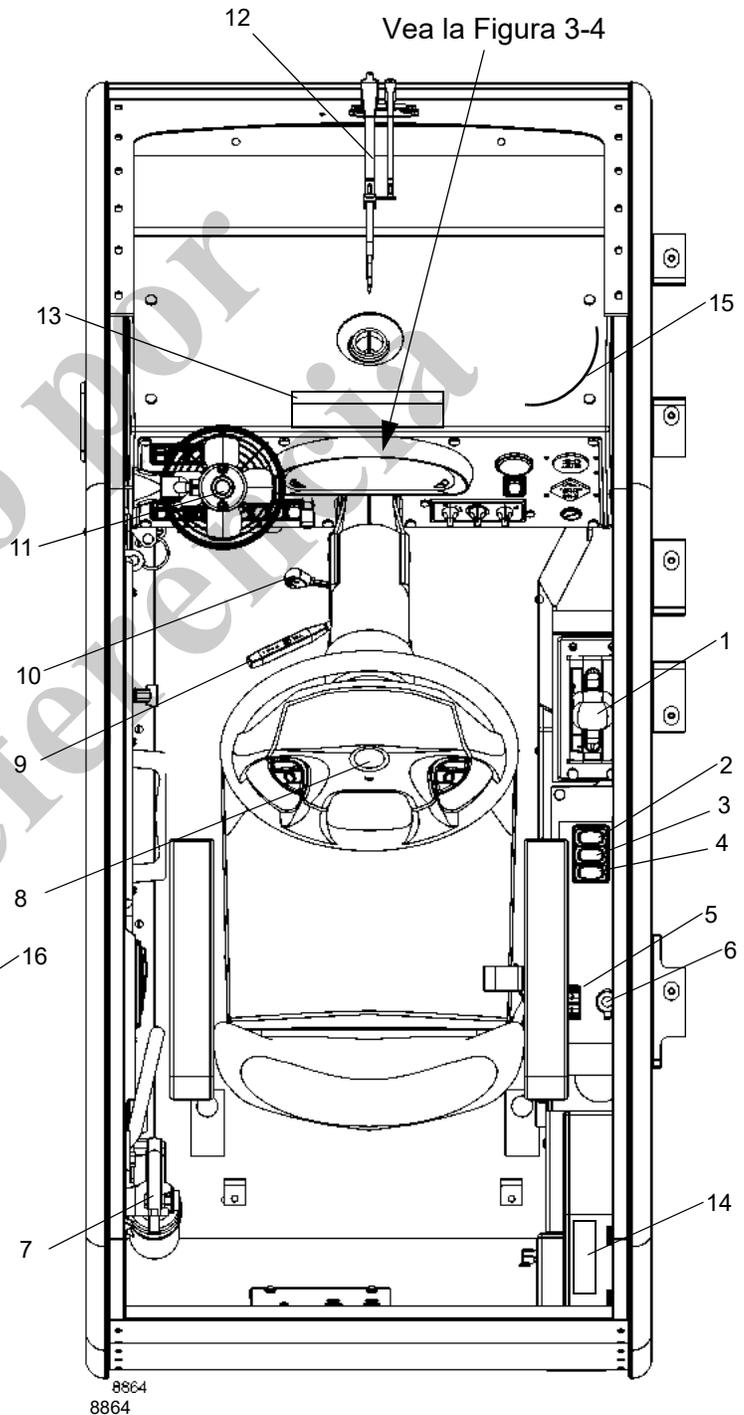

FIGURA 3-1
La palanca de cambios (1), (Figura 3-1), se encuentra en el lado derecho de la cabina. Se utiliza para seleccionar las marchas de la transmisión. Consulte *Cambio de marchas - Transmisión manual*, página 4-29 en este *Manual del operador*.
Los interruptores/indicadores de reserva (2, 3, 4), (Figura 3-1), se pueden usar con opciones futuras.
Los puertos USB (5), (Figura 3-1), se usan para descargar información de sistema del registrador de datos.
El tomacorriente de 12 voltios (6), (Figura 3-1), proporciona un lugar para conectar un accesorio de 12 voltios con un consumo máximo de corriente de 3 amperios.
El extintor (7), (Figura 3-1), está montado en la parte trasera interior izquierda de la cabina.
El botón de la bocina (8), (Figura 3-1), se encuentra en el centro del volante. Al presionar el botón de la bocina se energiza el circuito que hace sonar la bocina.
La palanca de señalizadores de viraje (9), (Figura 3-1), se encuentra en la columna de dirección. Al colocar la palanca hacia abajo la luz indicadora en la consola y los señalizadores de viraje izquierdo delantero e izquierdo trasero destellan. Al colocar la palanca hacia arriba la luz indicadora en la consola y los señalizadores de viraje derecho delantero y derecho trasero destellan. Tire hacia atrás para foco alto y presione hacia adelante para foco bajo.
La palanca de inclinación/telescopización de la columna de dirección (10), (Figura 3-1), se encuentra en la columna de dirección, detrás de la palanca de señalizadores de viraje. Si se tira de la palanca, la columna de dirección puede inclinarse a siete posiciones. Si se empuja la palanca, la columna de dirección puede telescopizarse.
El ventilador de circulación de la cabina (11), (Figura 3-1), está montado en la parte delantera izquierda de la cabina y es regulado por un control de dos velocidades que se encuentra en la base del ventilador.
El limpiaparabrisas (12), (Figura 3-1), se usa para quitar la humedad del parabrisas. El lavaparabrisas aplica un líquido al parabrisas para que el limpiaparabrisas pueda limpiarlo. Los controles del limpiaparabrisas y del lavaparabrisas están ubicados en el volante.
La pantalla de la cámara del vehículo (13), (Figura 3-1), puede configurarse para mostrar la cámara de retroceso, la cámara de giro a la derecha o ambas. Vea *Configuración de la pantalla de la cámara del vehículo*, página 4-102.
La luz del techo interior (14), (Figura 3-1), con interruptor incorporado se utiliza para iluminar la cabina.
Tire del control de la bocina de aire hacia abajo (15), (Figura 3-1), para hacer sonar la bocina de aire.
El pedal del acelerador (16), (Figura 3-1), se encuentra en el lado derecho del piso de la cabina. Se utiliza para aumentar la velocidad del motor.
El pedal de frenos (17), (Figura 3-1), se encuentra en el lado derecho del piso de la cabina y se utiliza para aplicar los frenos de servicio.
El pedal del embrague (18), (Figura 3-1), únicamente en la transmisión manual, se encuentra en el lado izquierdo del piso de la cabina y se utiliza para desenganchar y enganchar el motor con la transmisión.